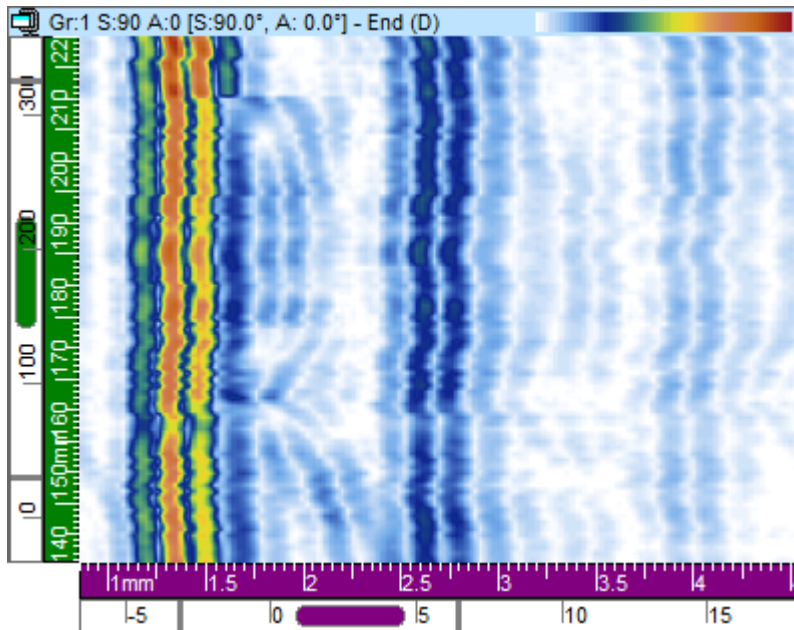

Abbildung 3-25 Vorderansicht (D) (Beispiel)
Die **Vorderansicht (D)** (siehe Abbildung 3-25 auf Seite 110) ist eine zweidimensionale grafische Darstellung der Prüfdaten. Eine der Achsen ist die definierte Index-Achse und die andere ist der unkorrigierte Ultraschallweg. Die Position der angezeigten Daten entspricht der Position des Weggebers während der Datenerfassung. Die Farbe einer Position in dem projizierten Bild entspricht der maximalen Amplitude an dieser Position unter Berücksichtigung des gewählten Bereichs der Scan-Achse.